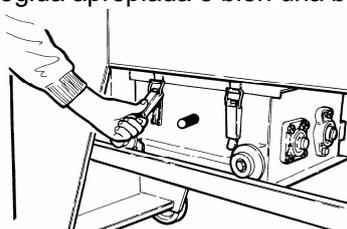

Fig. 13
Quitar el grupo de pisadura del asiento de trabajo desbloqueando los correspondientes cierres de resorte de modo que las ruedas se apoyen en las guías de deslizamiento. (Fig.13)
- Bloquear el grupo de pisadura con los correspondientes cierres a presión. (Fig.13)